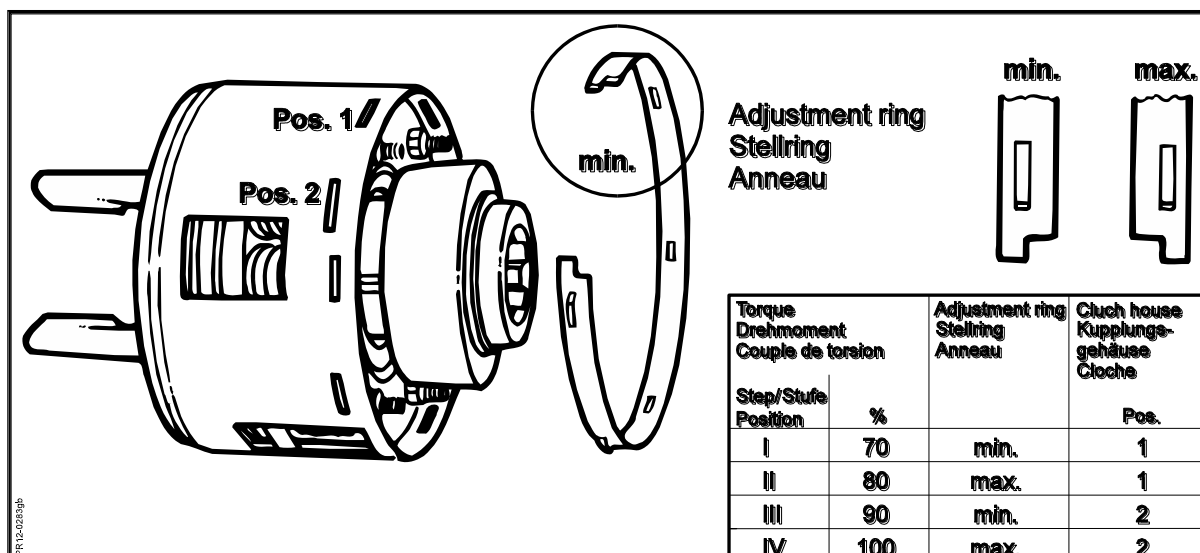

Fig. 5-3
**Fig. 5-3** Il y a 4 niveaux de réglage du couple pour le limiteur, qui doivent être adaptés suivant le besoin. Le réglage s'effectue en tournant l'anneau de réglage et en choisissant entre 2 positions différentes dans le carter du limiteur.